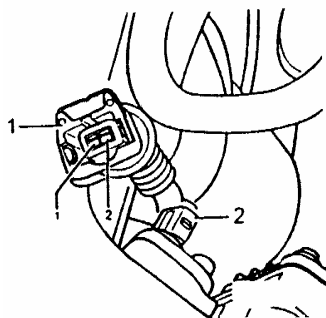
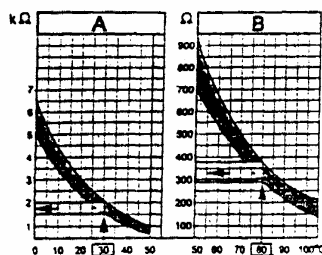

图 3-21 拔下进气温度传感器的插头
图 3-22 传感器电阻变化曲线图
(5) 显示区域 4 中显示进气温度值。进气温度传感器（G42）的检查与冷却液温度传感器的检查类似。进气温度传感器的插头端子如图 3-21 所示。冷却液温度传感器和进气温度传感器的电阻随温度而变化的关系如图 3-22 所示。在图中分成两个温度区域，A 区域指示的是 $0\sim 50^\circ\text{C}$ ，B 区域指示的是 $50\sim 105^\circ\text{C}$ ，例如 30°C 位于 A 区，相应的电阻值应为 $1.5\sim 2.0\text{k}\Omega$ ； 80°C 位于 B 区，相应的电阻值应为 $275\sim 375\Omega$ 。